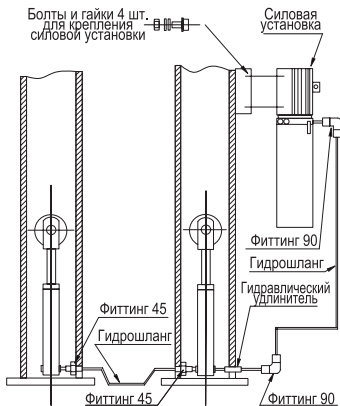

Рисунок 8 – Установка насосной станции и подключение гидролинии
14. Подсоедините гидравлические шланги как показано на (рис. 8).